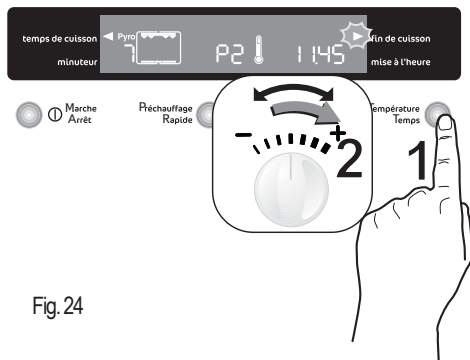

Fig. 24
6. À ce moment là, appuyez sur la touche "Température/ Temps" (Fig. 24). L'indication du temps s'affiche, le voyant de "**Fin de cuisson**"  clignote.